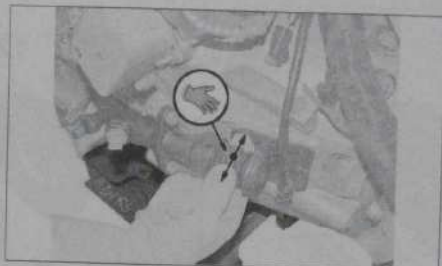

Fig. 12
- Vérifier le positionnement de la tige du cylindre récepteur d'embrayage dans sa fourchette (Fig. 12).